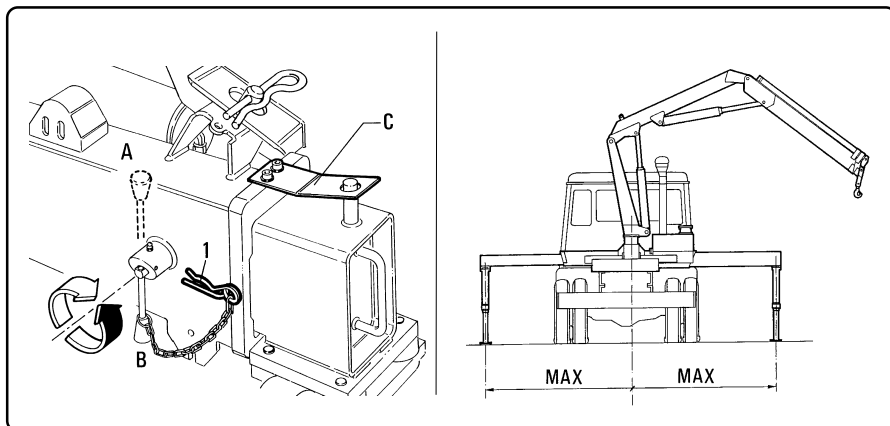

fig. 6.7.3
- 1** Sbloccare i bracci stabilizzatori (uno per volta agendo sull'apposita maniglia di bloccaggio pos. "A" fig. 6.7.3) e sfilare manualmente il braccio stabilizzatore (impugnando, con entrambe le mani, l'apposita maniglia posta sull'estremità del braccio).
A corsa quasi ultimata rimettere la maniglia in posizione di blocco (pos. "B" fig. 6.7.3); assicurarsi che il perno sia bloccato nell'apposito foro del braccio stabilizzatore.
- 1** Release the outrigger booms (one at a time) by means of the appropriate locking handle (pos. "A" fig. 6.7.3) (by firmly holding the appropriate handle at the end of the boom with both hands).
When the booms is almost fully extended, return the handle to the locking position (pos. "B" fig. 6.7.3) checking that the pin is locked in the appropriate hole into the outrigger boom.
Ad operazione ultimata verificare sempre che tutte le maniglie di fig. 6.7.3 si trovino in posizione di blocco “B” e la spilla di sicurezza “1” sia inserita. Se il braccio non è bloccato durante il lavoro potrebbe rientrare nella propria sede provocando il ribaltamento dell’allestimento.
At the end of the operation, always make sure the hand-grips in figure 6.7.3 are locked in position “B” and the safety pin “1” is fitted.
Agire sulla leva di bloccaggio del braccio stabilizzatore che si intende sfilare fig. 6.7.3 e ruotarla in pos. "A" di sbloccaggio del braccio.
Operate the locking lever of the outrigger boom you wish to extend, fig. 6.7.3, and turn it to pos. "A" to release the boom.